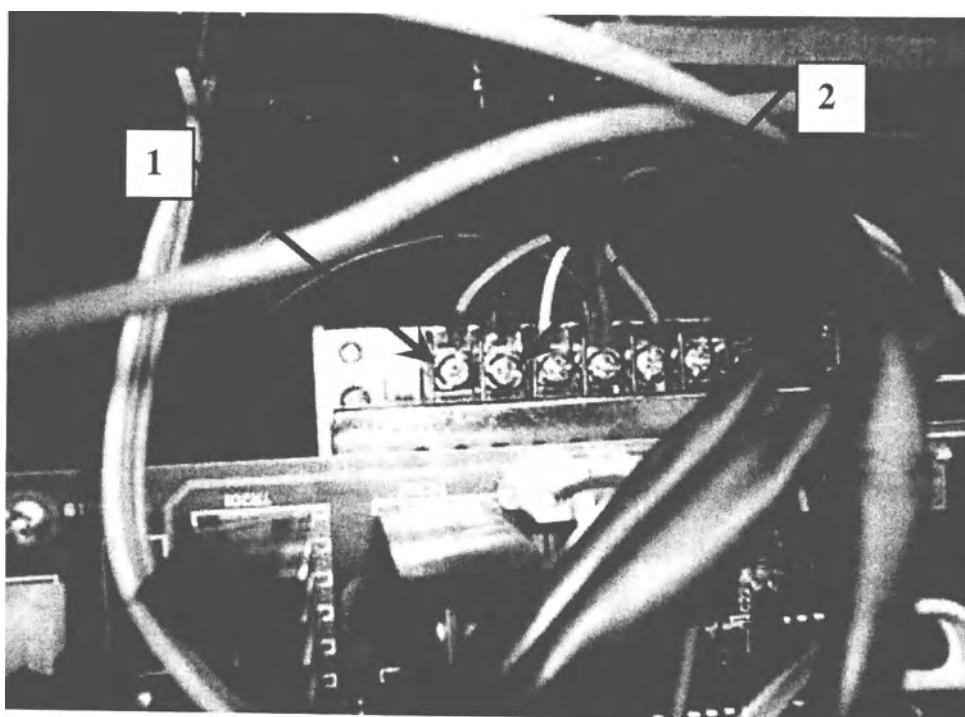

Рис. 4. Клеммы на блоке питания. 1. Контакт +6 V. 2. Контакт Ground.
9. Открутите на разъеме источника питания контакты кабеля питания лампы Ground и +6 V (Рис. 4).